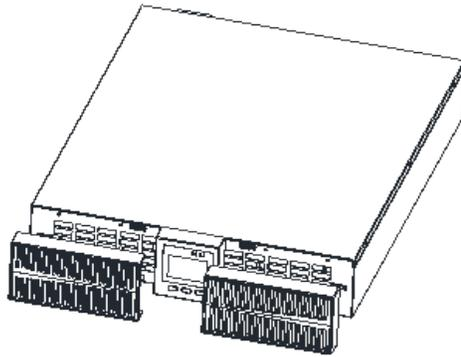

FIG.2.11. EXTRACCIÓN DE CUBIERTA DE PLÁSTICO FRONTAL
2. Ajuste la dirección del panel de visualización LCD de acuerdo con la posición Torre del UPS; retire la cubierta del bisel de plástico frontal con cuidado, como se muestra en la Fig. 2.11.